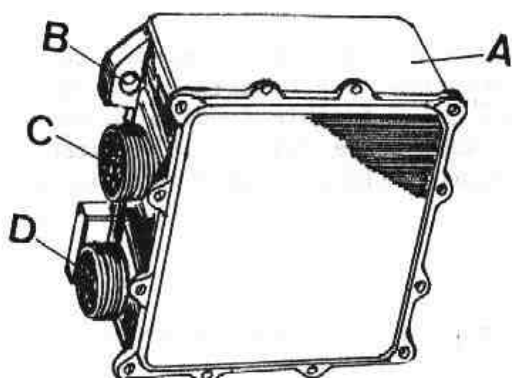

Fig. N2-40 Caja del regulador
- 1.2. Soltar los conectores de los cableados de entrada y salida de corriente al regulador (Fig. N2-40).